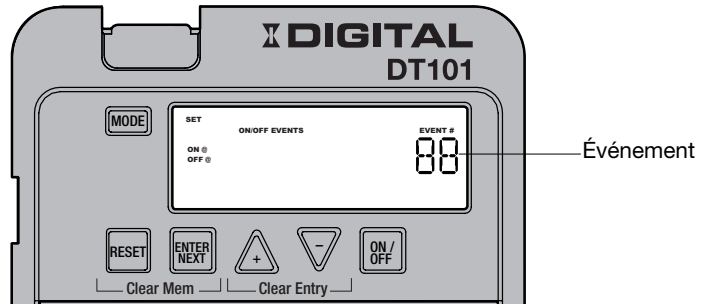

FIG. 9 Réglage des événements On/Off (Activé/Désactivé)
1. Si nécessaire, appuyez à plusieurs reprises sur le bouton **MODE** jusqu'à ce que les mots SET ON/OFF EVENTS (RÉGLER DES ÉVÉNEMENTS ACTIVÉ/DÉSACTIVÉ) et EVENT 01 (ÉVÉNEMENT 01) (ou le numéro d'événement disponible suivant) apparaissent à l'écran. Voir la FIG. 9.